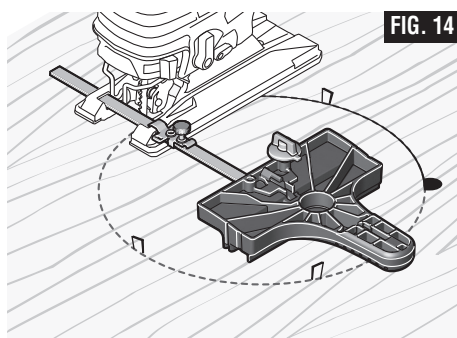

FIG. 14
- Placez de petits coins dans la coupe comme illustré à la Fig. 14, afin d'empêcher le cercle intérieur de s'étendre lorsque vous approcherez de la fin de la coupe.